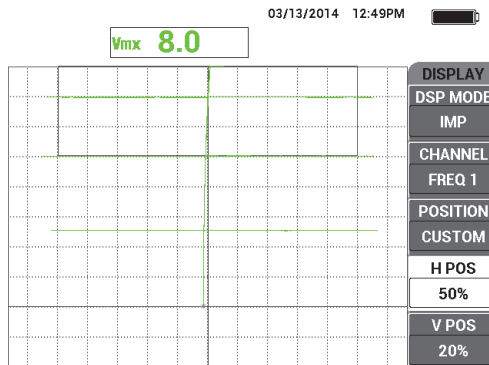

図 5-87 さらに水平マークを作成する
10. 名刺 2 枚を使ってステップ 9 を繰り返し、もう一度名刺 1 枚を使ってさらに水平マークを作成します (191 ページの図 5-87 を参照)。